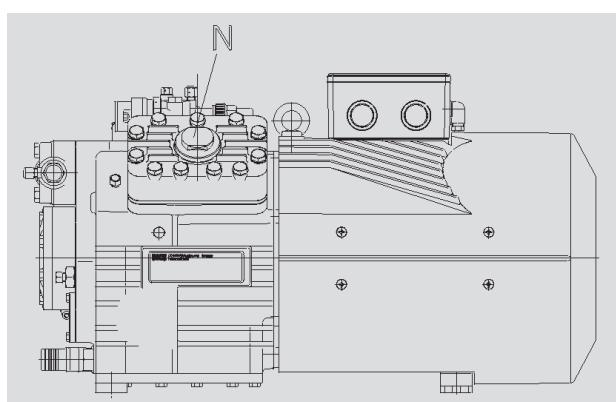

Bild 8, Fig. 8
Die Verdichtertypen HG(HA)4, 5, 6, HG7 und HG8 sind serienmäßig für die Nachrüstung auf Leistungsregelung vorbereitet. Hierzu muss lediglich der Stopfen N durch das Leistungsreglerventil ersetzt werden (Bild 8). Ein Austausch des Zylinderdeckels ist nicht notwendig.
The compressor types HG(HA) 4 to 6, HG7 and HG8 are prepared for capacity regulation in series. For this purpose the plug N has to be replaced by the capacity regulation valve (fig. 8). The cylinder cover does not have to be changed.
Les types de compresseurs HG(HA) 4 à 6, HG7 et HG8 sont préparés pour la régulation de puissance en série. A cet effet il faut remplacer le bouchon N par la vanne de régulation (fig. 8). Il n'est pas nécessaire de changer le couvercle de cylindre.